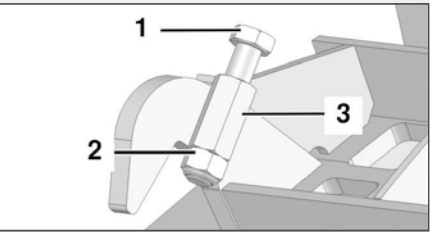

Abb. 2: Sechskantschraube mit Sechskantmutter eingeschraubt
1. An den vier Haken des Heckkorbwechselgitters Sechskantschraube (Abb. 2/1) in die Anschweißmutter (Abb. 2/3) schrauben und die Sechskantmutter (Abb. 2/2) soweit aufschrauben bis die Sechskantschraube (Abb. 2/1) mit dem Ende der Sechskantmutter (Abb. 2/2) abschließt.
-Sicherstellen, dass die Sechskantmutter (Abb. 2/2) locker bleibt.